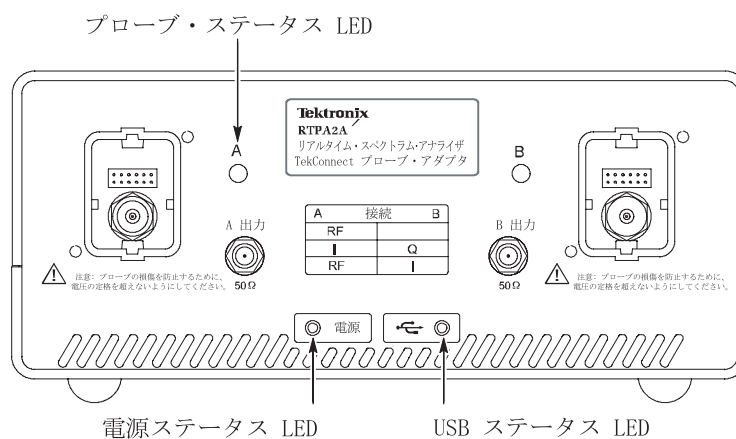

図 6 : 点灯している LED の確認
3. プローブ・アダプタの LED が点灯（緑）していることを確認します。プローブ・アダプタのステータス LED は、プローブが接続されている場合にのみ点灯します。LED の場所は、図 6 に示しています。